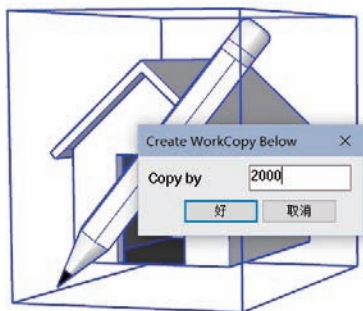

图 2.2.12 输入副本偏离尺寸
- 假设需要对图 2.2.12 所示的模型留个副本（通常是为了安全原因）。选择该模型后，再单击“快速安全布置”工具。